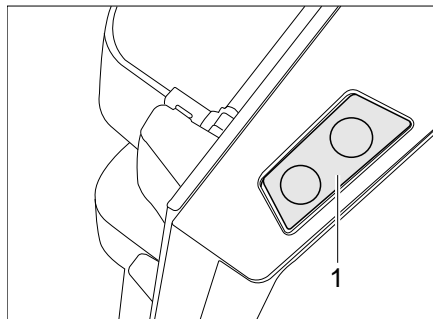

Bild 202 Entriegelungstaste der Kühlschranktür (Dometic 8er-Reihe)
- Die Entriegelungstaste (Bild 202,1) drücken und die Kühlschranktür öffnen.